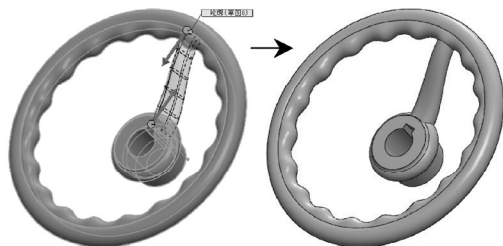

图 3-43 放样辐条操作
STEP 3 单击“特征”工具栏中的“放样凸台/基体”按钮, 打开“放样”属性管理器，依次选择两个草绘图形作为放样轮廓，然后打开“放样”属性管理器的“开始/结束约束”展开栏，在“开始约束”和“结束约束”下拉列表中选择“垂直于轮廓”选项，令放样面与放样轮廓面垂直相切，如图 3-43 所示，放样出手轮的一根辐条。